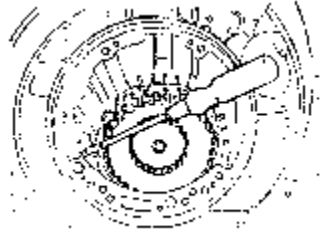

图 7-72 松开小传动轴螺栓
9) 啮合驻车锁，将螺丝刀穿过大太阳齿轮的孔，松开小传动轴的螺栓，如图 7-72 所示。